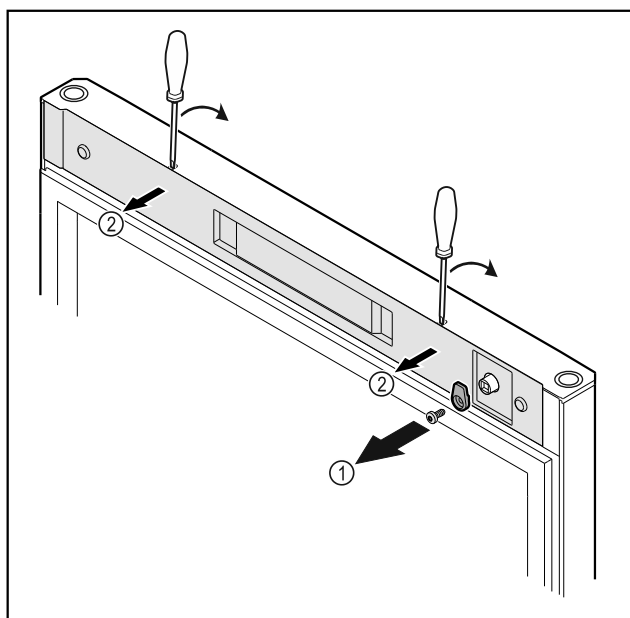

Fig. 53
- Odskrutkujte zatvárací hák Fig. 53 (1).
- Odistite kryt Fig. 53 (2) malým skrutkovačom a odoberte ho.